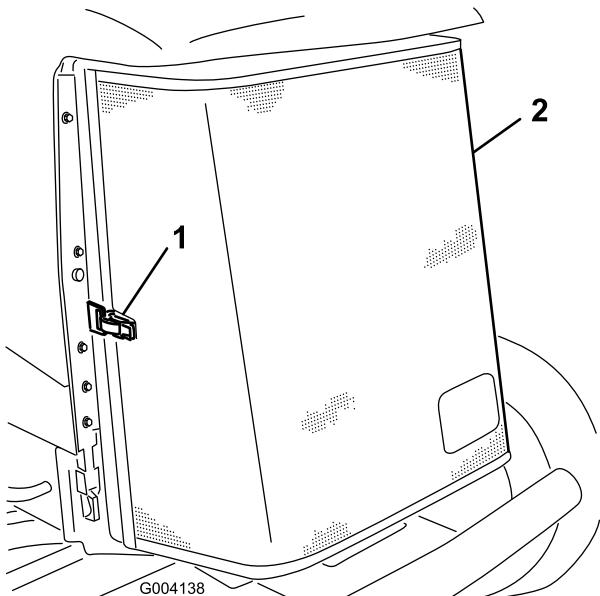

Figura 62
3. Desprenda a braçadeira e articule para abrir o painel traseiro (Figura 62).